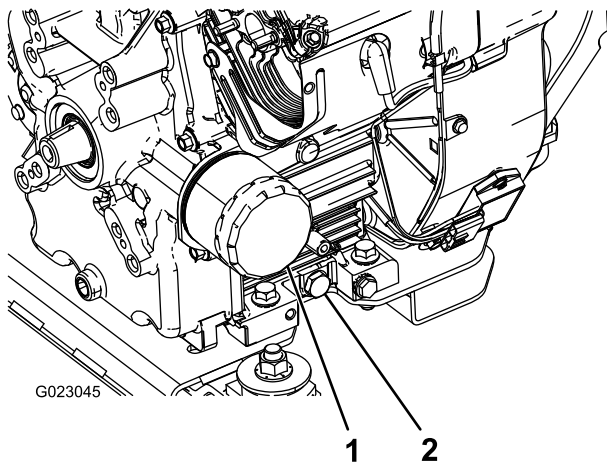

Figure 41
- Enlevez le bouchon de vidange (Figure 41).
- Versez lentement environ 80% de la quantité d'huile spécifiée dans le goulot de remplissage (Figure 41).
- Déposez le filtre à huile (Figure 41).
l'adaptateur, puis serrez-le encore de 1/2 tour (Figure 41).